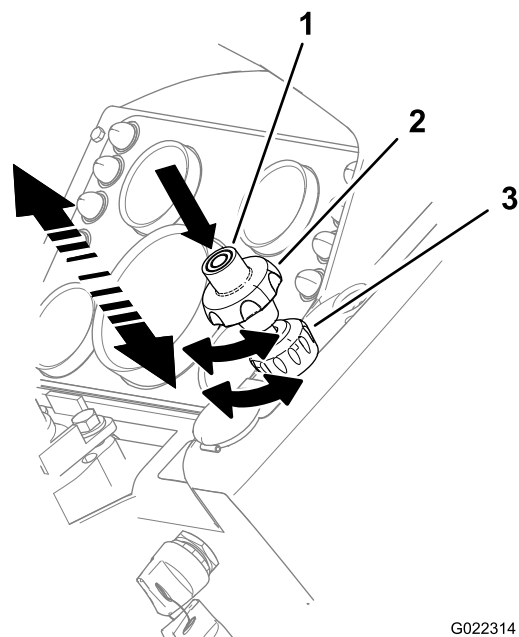

Figura 24
- Para **aumentar** o giro do motor, pressione o botão no centro do acelerador e simultaneamente **puxe para fora** o manípulo do acelerador (Figura 24).